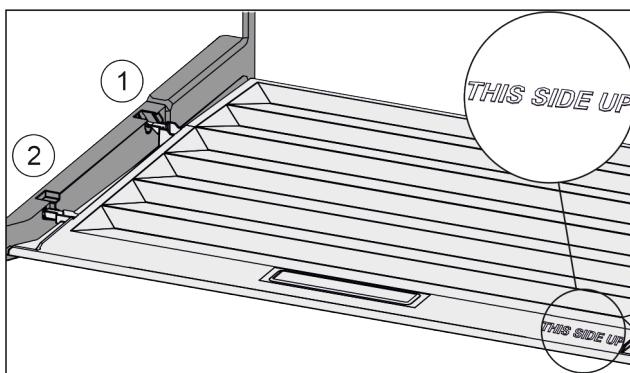

Fig. 86
- Výstupky víka zavedte do zadních držáků Fig. 86 (1) a vpředu zaklesněte do držáku Fig. 86 (2).